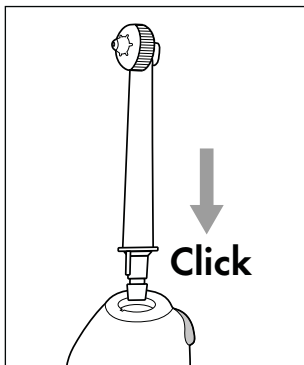

Fig. 2
- ◆ Insérez une canule **2** sur le manche **4**. Poussez la canule **2** dans l'ouverture jusqu'à ce que la canule **2** s'enclenche de manière audible dans le manche **4**. Veillez à la bonne position de l'ergot de guidage sur l'extrémité inférieure de la canule **2** et à l'évidement correspondant dans l'ouverture sur le manche **4** (voir fig. 2).